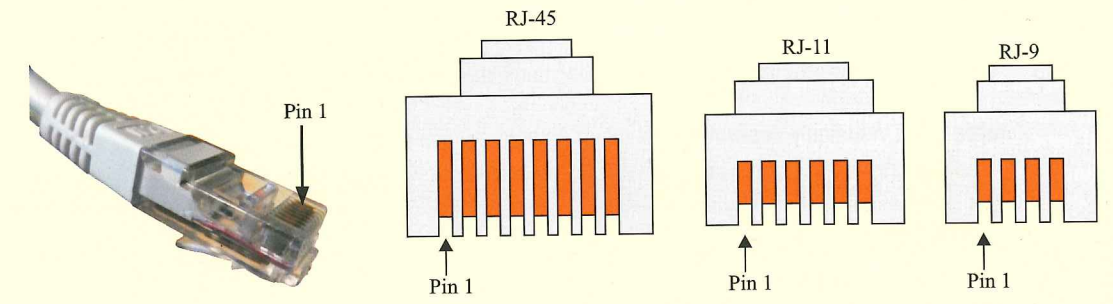

Figura 6.94. Conectores RJ.
6.19. La Figura 6.94 muestra diferentes tipos de conectores RJ. Justifica cuál de ellos se utiliza para la conexión de cable de par trenzado y busca información de la aplicación de los dos conectores restantes.